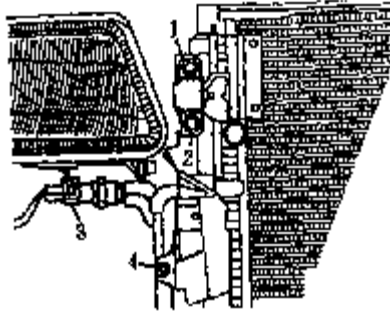

图 2-124 拆卸导风罩
(2) 脱开动力转向液压油冷却管。
(3) 如图 2-124 所示，从散热器上拆下导风罩 4（左、右侧），拆下冷凝器紧固螺栓 1 和 2，从空调压力开关 F129 上的拆下插头 3。向上拉冷凝器，使其脱离支座，然后向前转动，用绳索将其固定在右前轮上。注意：切不可打开空调制冷剂环路；操作时切勿拉伸、扭曲或弯曲管路及软管，以免损坏冷凝器及制冷剂管路/软管。